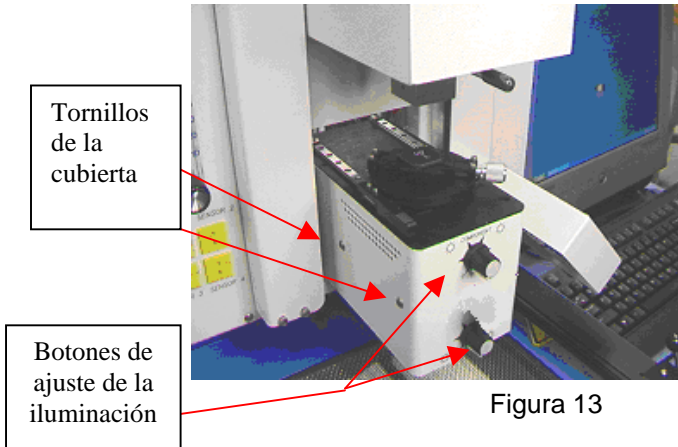

Figura 13
13. Afloje los tornillos prisioneros de los botones de ajuste de la iluminación (Figura 13) Retire los botones
14. Extraiga los cuatro tornillos (2 a cada lado) de la cubierta metálica de la cámara (Figura 13)